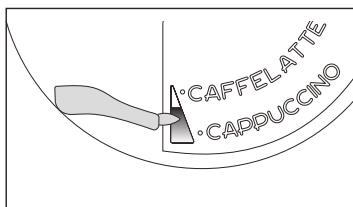

Рис. 41
- ▶ Поместите регулятор вспенивания (С1) между надписями «CAPPUCCINO» и «CAFFELATTE» на крышке колбы для молока. Количество пенки можно изменить, двигая регулятор по направлению к надписи «CAFFELATTE» для получения более плотной пены. Перемещение регулятора на направлению к надписи «CAPPUCCINO» обеспечивает менее плотную пену (рис. 41).